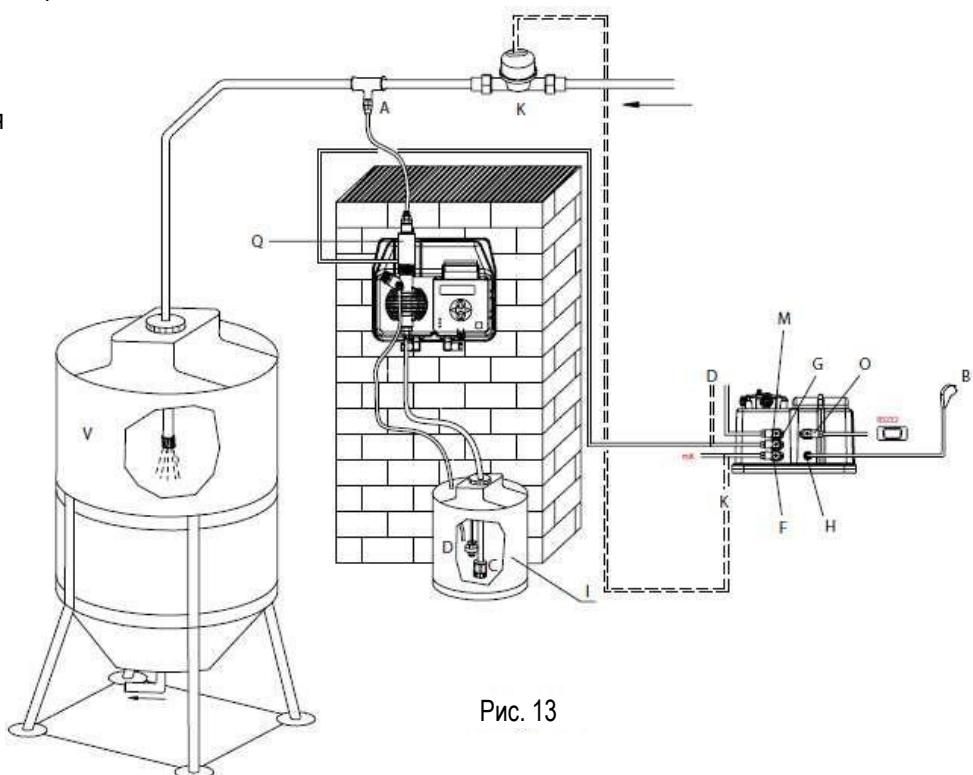

Рис. 13
6.4. ЗВИЧАЙНИЙ ВАРИАНТ УСТАНОВКИ (Рис.13, 14)